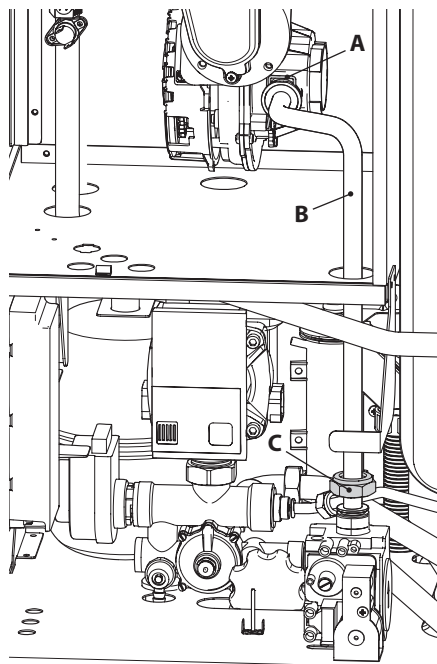

Figura 8.1
- Togliere la forcina **A**, svitare il girello **C** ed estrarre il tubo del gas **B** (Figura 8.1).
**Attenzione per rimontare eseguire le operazioni effettuate in senso inverso, stando attenti a non rovinare la guarnizione OR del tubo gas quando si inserisce il tubo nell'aerotech ed eseguire la prova di tenuta gas dopo aver stretto il girello del tubo gas (Figura 8.1).**